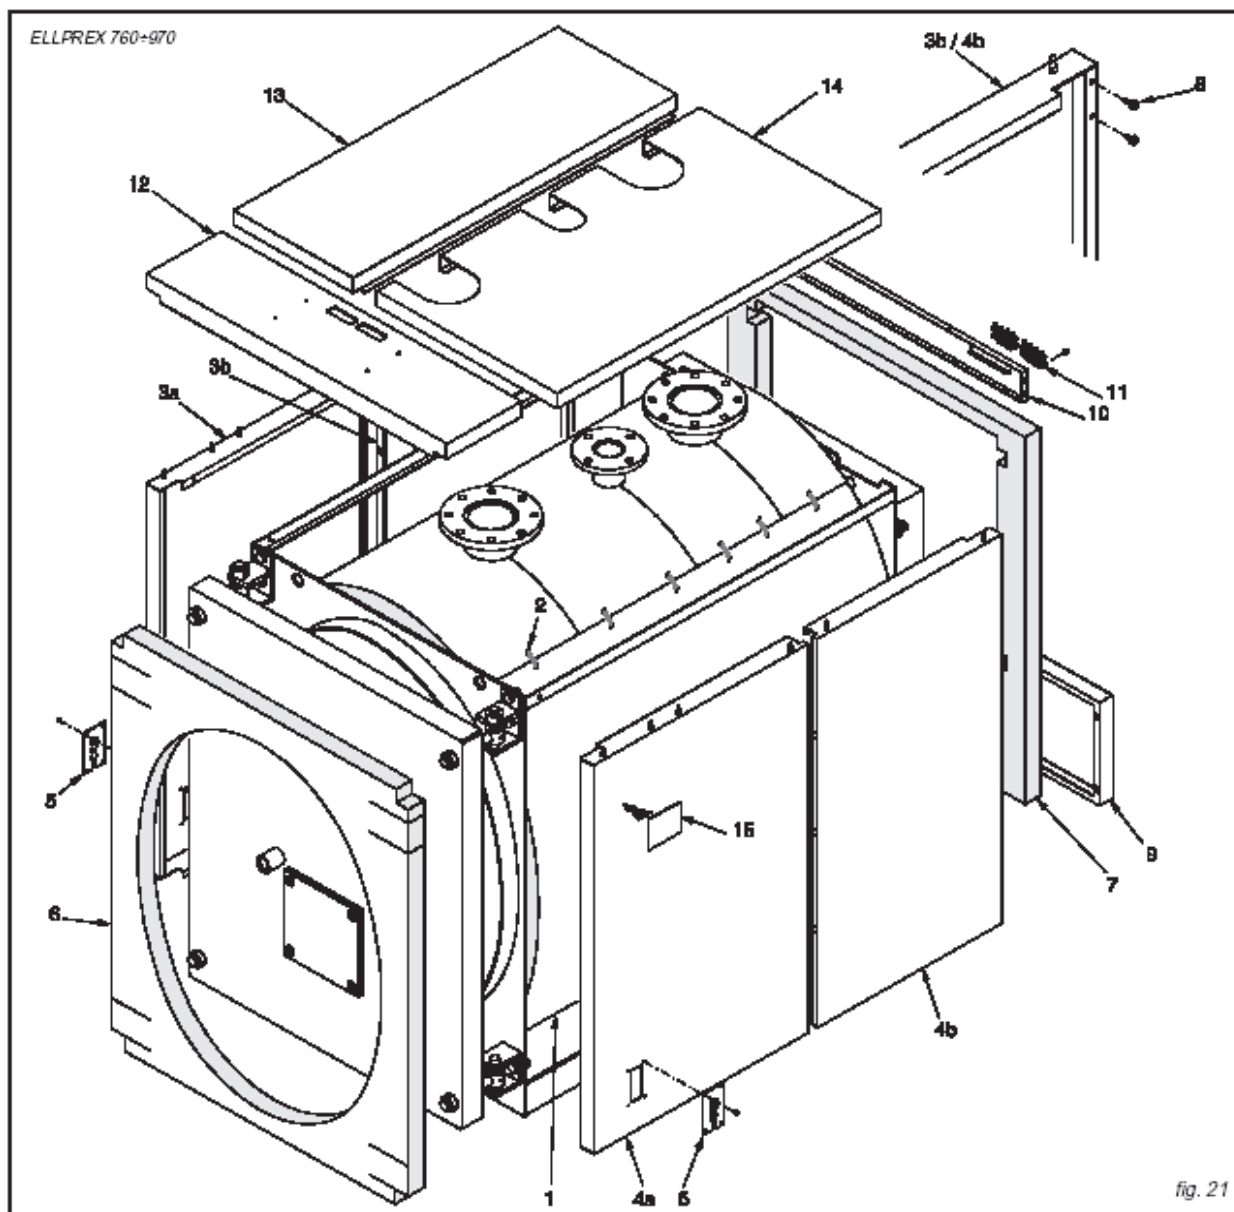

fig. 21
**NB.** For modell **ELL630** (se fig. 19) og modellene **ELL760** til **ELL2200** (se fig. 21 & 22) er ytterkledningen og isolasjonen pakket i tre kartonger, som er merket:
### Monterings-rekkefølge (Se fig. 21)